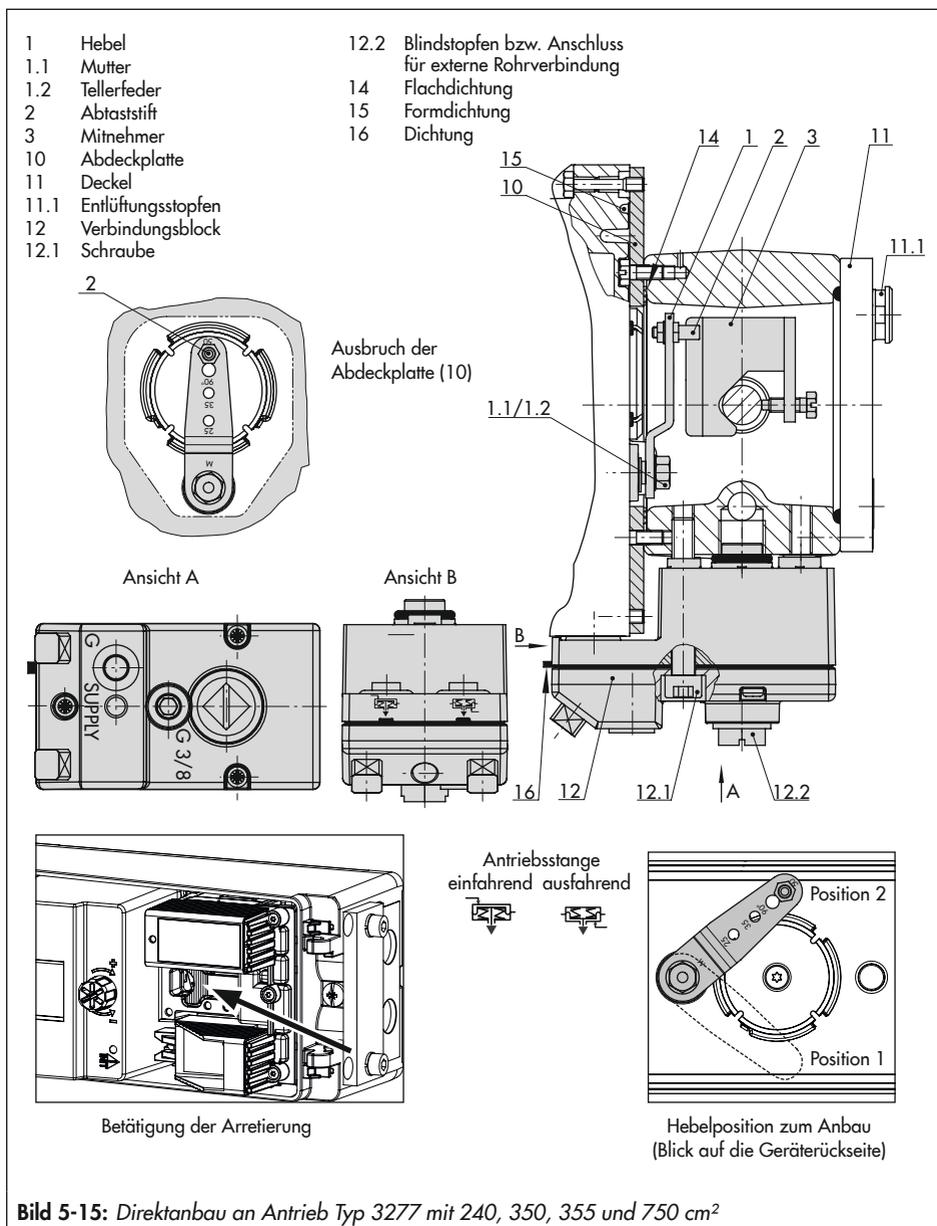

Bild 5-15: Direktanbau an Antrieb Typ 3277 mit 240, 350, 355 und 750 cm²
Um die Stellungsreglerwelle beim Anbau an das Ventil zu arretieren, mit einem Schlitzschraubendreher in die Nut der Grenzkontaktbaugruppe eingreifen und Welle in Position 2 halten, vgl. Bild 5-15.
- Vgl. Bild 5-15
1. Mitnehmer (3) an die Antriebsstange setzen, ausrichten und so festschrauben, dass die Befestigungsschraube in der Nut der Antriebsstange sitzt.
2. Abdeckplatte (10) mit schmaler Seite des Ausbruchs in Richtung zum Stelldruckanschluss befestigen, die aufgeklebte Flachdichtung (14) muss zum Antriebsjoch zeigen.
3. Stiftposition des Abtaststifts (2) am Hebel M (1) kontrollieren. Anbausituation den Hubtabellen entnehmen und Stift ggf. umsetzen (vgl. Kap. 5.2.1).
4. Formdichtung (15) in die Nut des Stellungsreglergehäuses einlegen.
5. Hebel so lange gegen den Uhrzeigersinn drehen, bis die Federkraft spürbar (Position 1) ist und anschließend in die Position 2 (vgl. Bild 5-15, unten rechts) weiterdrehen.
6. Arretierung der Welle betätigen (vgl. Bild 5-15, unten links), um Hebel in Position 2 zu halten. Sind in den Stellungs-
9. Arretierung der Welle des vorbereiteten Stellungsreglers betätigen (vgl. Bild 5-15, unten links) und Hebel in Position 2 halten.